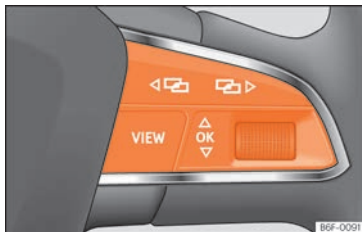

Fig. 126 Partie droite du volant multifonction : touches permettant d'utiliser les menus et les messages d'information du tableau de bord.
Lorsqu'un message d'avertissement de priorité 1 »» page 118 s'affiche, aucun menu n'est accessible. Certaines alertes peuvent être confirmées et masquées en appuyant sur la touche **OK** du volant multifonction »» fig. 126.
- Si le système affiche un message ou le pictogramme d'un véhicule, appuyez sur la touche **OK** »» fig. 126 plusieurs fois si nécessaire.
- Pour changer de menu, utilisez les touches **◀** ou **▶** »» fig. 126.
- Pour ouvrir le menu ou le message d'information affiché, appuyez sur la touche **OK** »» fig. 126 ou patientez quelques secondes jusqu'à ce que le menu ou le message d'information s'ouvre automatiquement.
- Dans le menu affiché, faites tourner la molette droite du volant multifonction »» fig. 126 jusqu'à ce que l'option de menu désirée soit sélectionnée. L'option s'affiche en surbrillance.
- Appuyez sur la touche **OK** »» fig. 126 pour réaliser les modifications désirées. Une marque indique l'activation de la fonction ou du système concerné.
Appuyez sur la touche **◀** ou **▶** »» fig. 126.